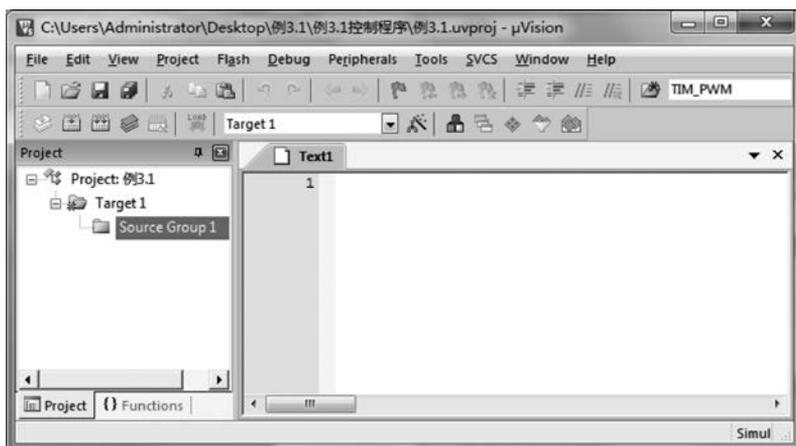

图 3.11 新建一个空白文档 Text1
(1) 在文件工具栏中,单击 New 按钮,在程序编辑区新建一个空白文档 Text1,如图 3.11 所示。